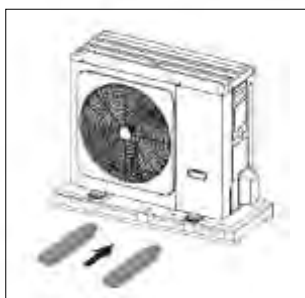

Figura 2 –inserimento forche
- lato inserimento forche (figura 2);